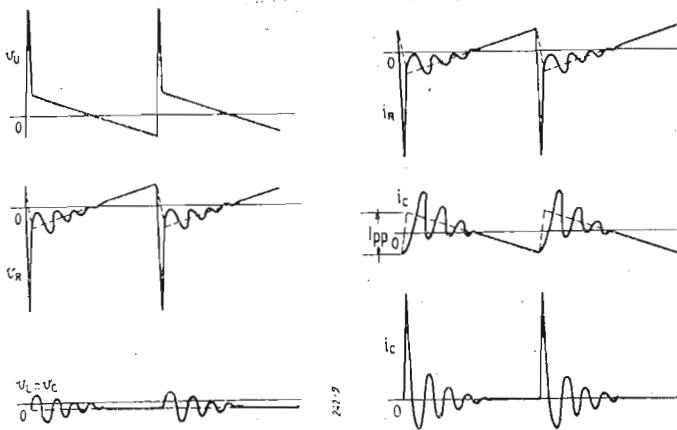

Fig. 20. - Forme d'onda delle tensioni e correnti nel circuito di fig. 16.
$$i_C = I_{pp} e^{-\tau/2 RC} \cos \frac{\tau}{\sqrt{LC}} \quad (46) \quad (\text{v. fig. 20 f})$$
$$v_R = v_L - v_u = I_{pp} \left( -\frac{R}{2} + \frac{R\tau}{T_a} + \sqrt{\frac{L}{C}} e^{-\tau/2 RC} \sin \frac{\tau}{\sqrt{LC}} \right) \quad (47) \quad (\text{v. fig. 20 b})$$